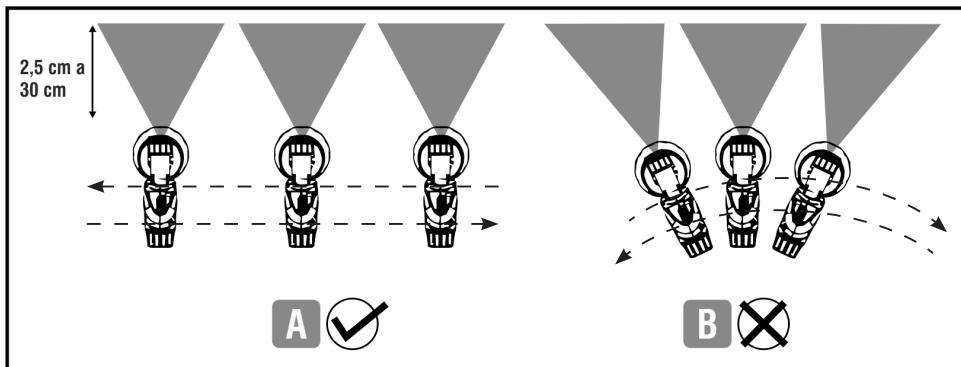

Fig. 8 - Distância ideal para uma boa pintura
- Ajuste o jato de tinta de acordo com o item 7.5 deste manual;
- Ajuste o volume de material de acordo com o item 7.6 deste manual;
- Pulverize a superfície a uma distância de 2,5 cm a 30 cm do objeto a ser pintado de acordo com a Fig. 8;
- Movimente a pistola de pintura para cima e para baixo, sempre mantendo-a perpendicular à superfície que está sendo pintada, conforme mostra a Fig. 8 (Fig. 8A: correto e Fig. 8B: incorreto).